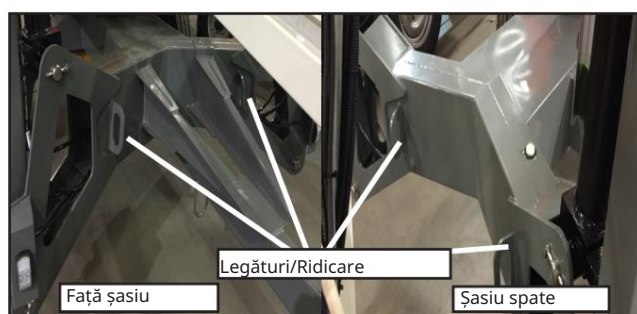

Figura 22 – Locațiile urechilor de fixare
6. Folosiți lanțuri sau curele pentru a fixa în siguranță platforma aeriană de vehiculul de transport folosind urechile de fixare din față și din spate (consultați Figura 22) ca puncte de atașare. Legarea și transportul corect sunt responsabilitatea transportatorului.
2. Inspectați urechile de ridicare din față și din spate (consultați Figura 22) pentru a vă asigura că nu prezintă fisuri și sunt în stare bună. Există două urechi pe partea din față și din spate a șasiului. Solicitați repararea oricăror daune de către un tehnician de service calificat înainte de a încerca să ridicați mașina.